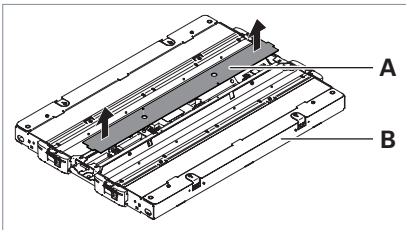

Fig. 1: Abdeckung entfernen.
- Nehmen Sie die Abdeckung **A** vom Leuchtenkopf **B** ab, siehe Fig. 1.